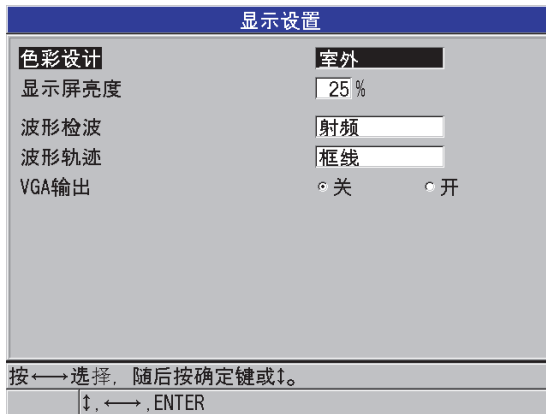

图 4-3 显示设置屏幕
2. 在**显示设置**屏幕中 (参见第 62 页的图 4-3), 为以下参数选择想要的参数和值: